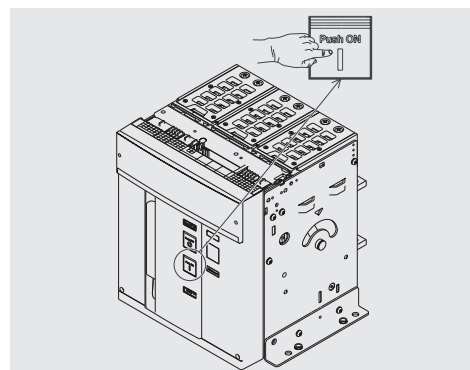

图 25
4. 合闸-按下合闸按钮“I- Push ON”如图25所示。